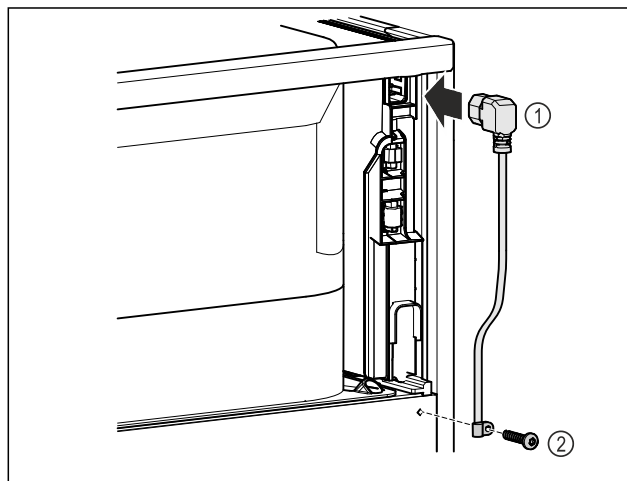

Fig. 9
- Zapojte zásuvku chladiaceho zariadenia sieťového prívodu Fig. 9 (1) na zadnej strane zariadenia.
- Namontujte odľahčenie od ťahu Fig. 9 (2)